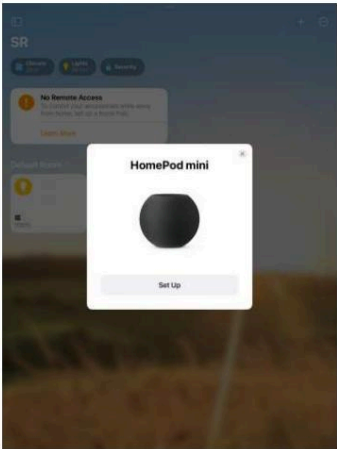
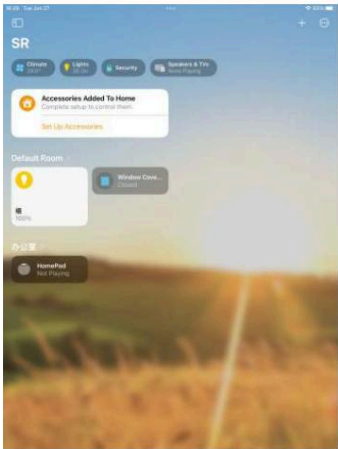

Abbildung 1
Abbildung 7
Schritt 2: Verbinden Sie das iPhone oder iPad mit Ihrem WLAN-Heimnetzwerk. Starten Sie die Apple Home App und richten Sie den HomePod mini gemäß den Anweisungen von Apple ein (siehe Abbildung 1 bis Abbildung 7).